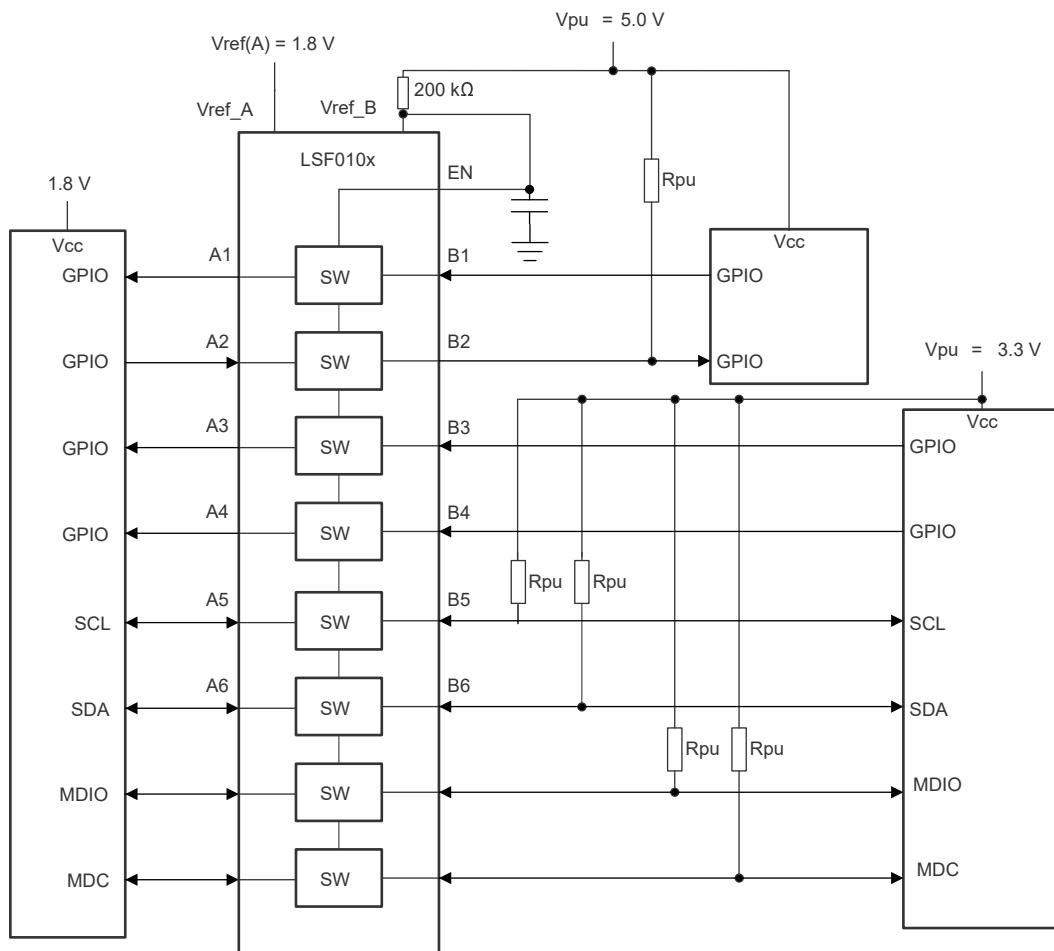

図 9-4. LSF010x-Q1 によるマルチ電圧変換
各チャネルの電源電圧 ( $V_{PU}$ ) は、プルアップ抵抗により個別に設定可能です。図 9-4 に、この混合モードのマルチ電圧変換の例を示します。マルチ電圧変換の詳細については、『LSF ファミリを使用したマルチ電圧変換』ビデオを参照してください。
**代表的な動作 ( $V_{ref\_B} > V_{ref\_A} + 0.8V$ ):** このシナリオでは、図 9-4 のチャネル 1 および 2 に示すように、適切な降圧変換のために A 側にプルアップ抵抗は必要ありません。デバイスの標準動作モードでは、B から A への降圧変換時に、A 側の I/O ポートが  $V_{ref\_A}$  にクランプされ、適切な電圧変換が行われます。デバイスの動作の詳細については、『LSF ファミリを使用した降圧変換』ビデオを参照してください。